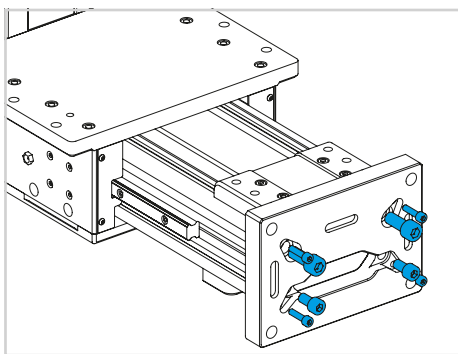
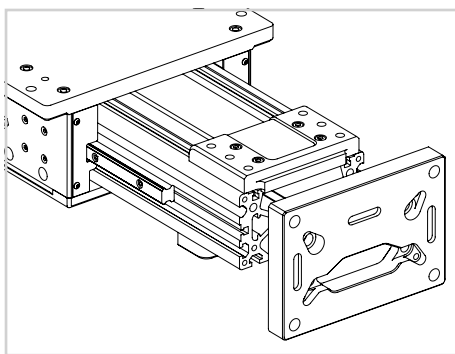

図 8
図 9
- 5) 下部エンドプレートのネジを外し、アクチュエータからプレートを開きます (図 8、図 9 を参照)。